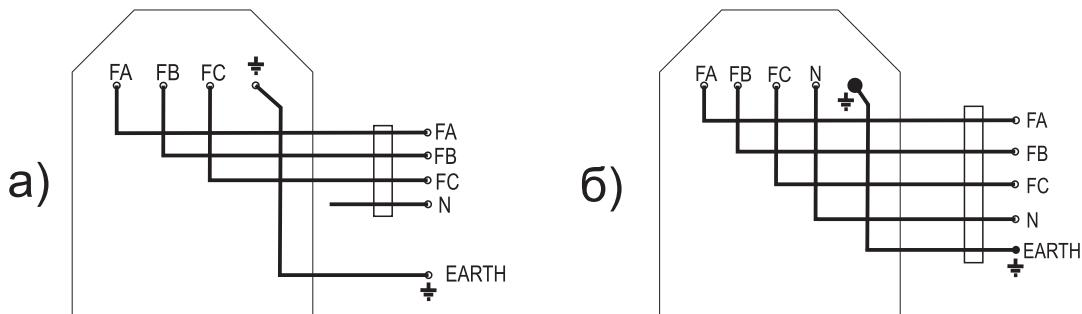

рис. 5.1
**ВНИМАНИЕ!** Подключение аппарата к сети производится по четырехпроводной (а - рис. 5.1) или пятипроводной (б-рис. 5.1) схеме кабелем сечением не менее 4мм2.